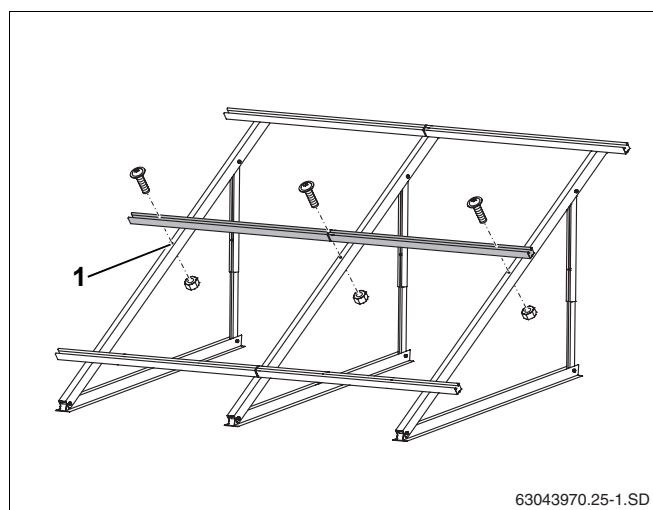

Рис. 35 Установка дополнительных профильных реек
- Закрепить дополнительные профильные рейки, как описано в главе 5.5.2 "Монтаж профильных реек", в центральном отверстии профиля (рис. 35, **поз. 1**).